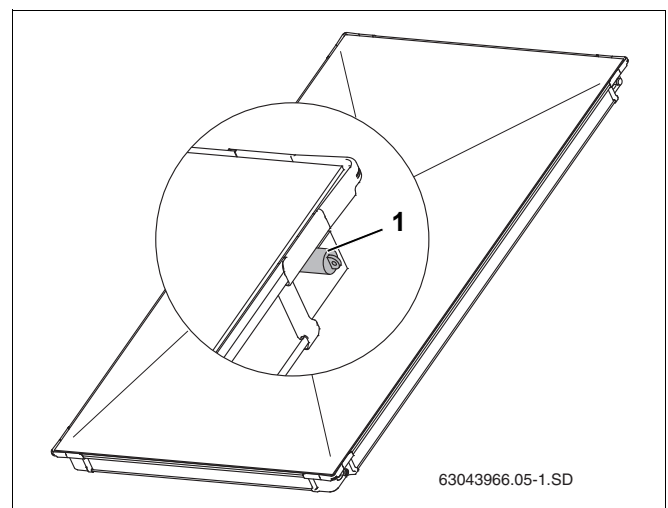

Рис. 5 Крышки на штуцерах коллектора
- ▶ Снимите резиновые крышки (рис. 5, [1]) только непосредственно перед монтажом.